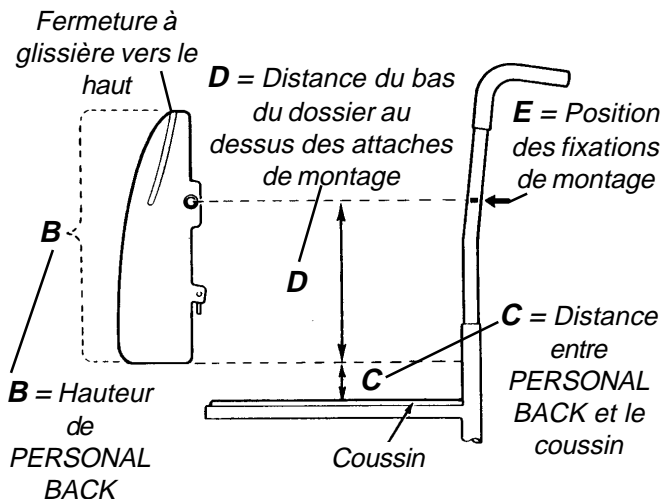

FIG. 1 - DETERMINATION DE LA HAUTEUR DE DOSSIER
**DETERMINATION DE LA HAUTEUR DE DOSSIER (FIG. 1)**
3. Afin d'obtenir la hauteur de dossier requise après évaluation physique par le thérapeute (A), utiliser la formule suivante (Fig. 1) :